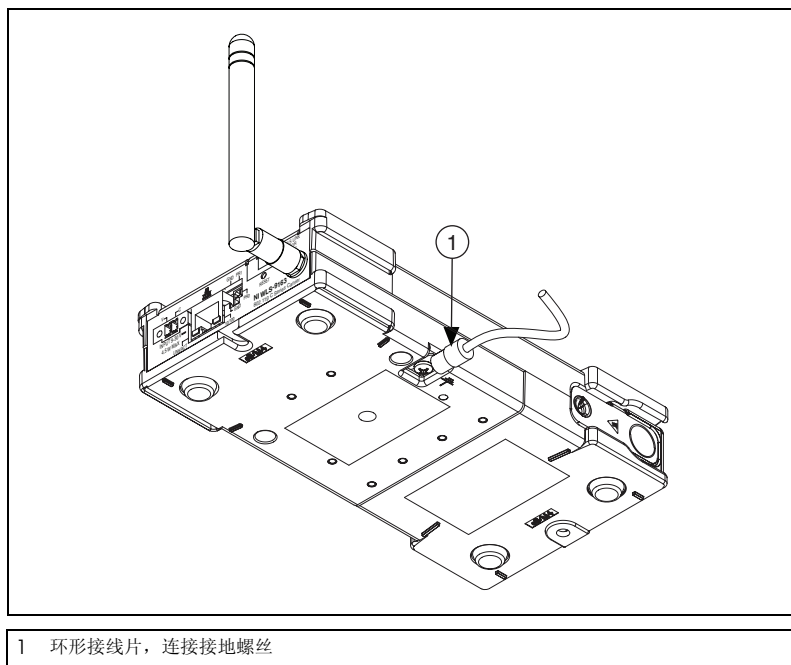

图 6 环形接线片与接地螺丝的连接
4. 如图 6 所示，使用环形接线片连接规格为 14 AWG (1.6 mm) 的导线。通过接地螺丝，将环形连线片连接至设备底部的接地端子。导线另一端接系统地。